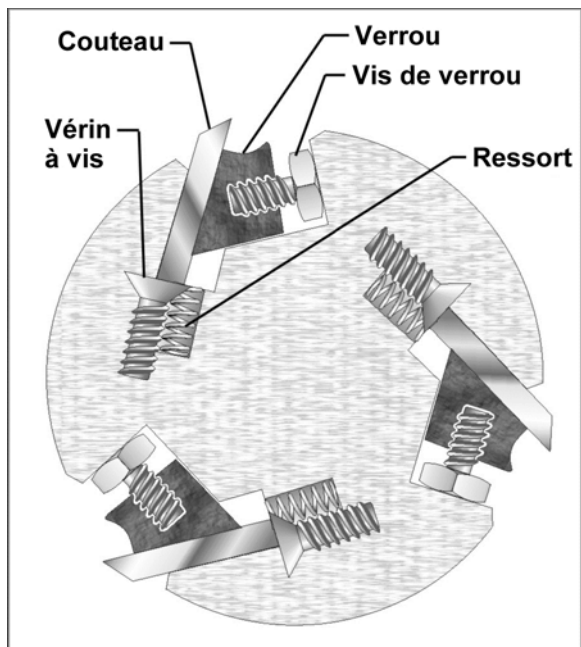

Figure 36 (tête de la découpeuse droite)
3. Retirez les vieux couteaux en desserrant les vis de verrou à tête carrée à l'aide d'une clé de 8 mm. Voir la Figure 36. Les ressorts de la tête de la découpeuse soulèvent le couteau pour un retrait facile. Déposez le couteau et le verrou.
4. Nettoyez la fente du verrou et du couteau. Mettez ensemble le nouveau couteau et le verrou et placez-les dans la fente. Assurez-vous que le couteau est bien orienté dans la tête de la découpeuse, comme illustré sur la Figure 36.